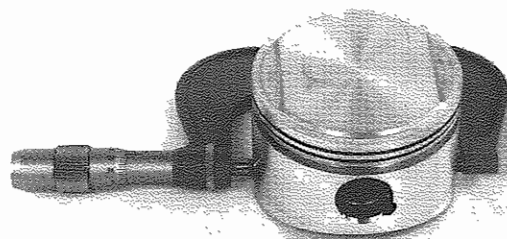

Fig. 105 - Misurare il pistone
- Misurare il diametro esterno di ogni pistone, a 90° rispetto allo spinotto ed a mm $14 \div 14,5$ dalla base, come mostrato in **Fig. 105**. Sostituire il pistone se il valore riscontrato è inferiore al valore minimo dato (vedi pag. 1-3).
- Measure the outer diameter of each piston, at 90° compared to the piston pin and at $14 \div 15$ mm from the bottom, as shown in **Fig. 105**. Replace the piston if the value measured is lower the minimum value given (see page 1-3).